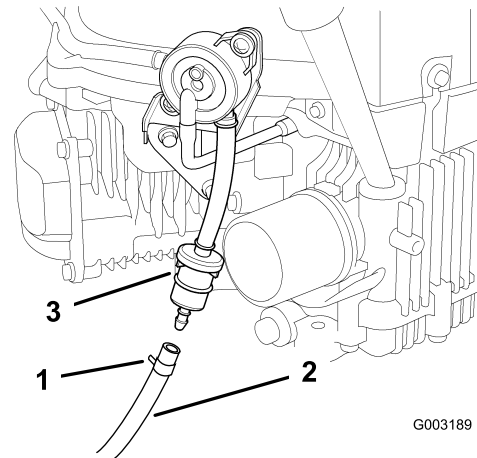

Figura 42
5. Afloje la abrazadera cerca del filtro de combustible y deslícela por el tubo, alejándola del filtro de combustible (Figura 42).
6. Retire el tubo de combustible del filtro (Figura 42).
combustible para fijar el tubo de combustible (Figura 42).
4. Apriete los extremos de las abrazaderas y deslícelas por el tubo alejándolas del filtro (Figura 42).
6. Instale un filtro nuevo – la flecha que indica el sentido de flujo debe apuntar hacia el motor (desde el depósito) – y acerque las abrazaderas al filtro (Figura 42).